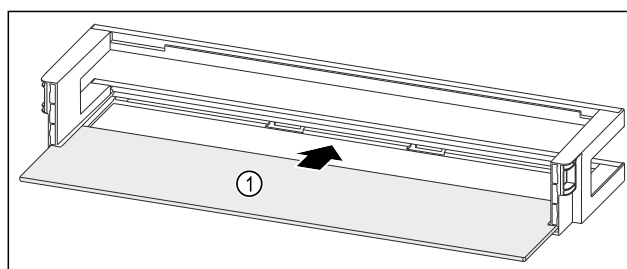

Fig. 129 Dveřní přihrádka s odkládací plochou
- ▶ Odkládací plochu Fig. 129 (1) zasuněte do bočních vybrání.